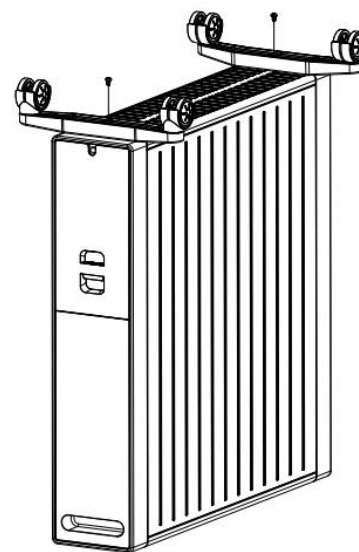

Fig 3
3. Fixez les embases des roues à l'aide des vis situées de chaque côté (Fig. 3).